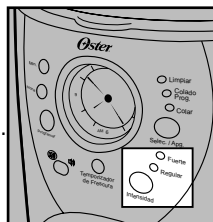

Figure 7
2. Si vous désirez déguster un café plus corsé, appuyez une fois sur la touche INTENSIDAD de concentration du café. Le voyant rouge café corsé (FUERTE) s'allumera. Ce réglage sera maintenu jusqu'à ce que vous le changiez à réglage de café ordinaire en appuyant de nouveau sur la touche de concentration du café ou jusqu'à ce que vous débranchiez la cafetière (figure 7).